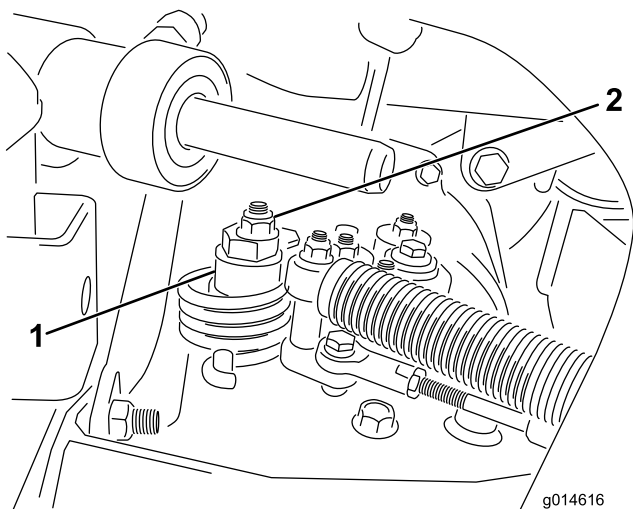

Figura 46
- A. Liberte a porca que fixa o disco excêntrico ao cima do hidróstato (Figura 46).
- C. Rode o disco excêntrico até eliminar a deslocação em qualquer um dos sentidos. Quando a roda deixar de rodar, aperte a porca, bloqueando deste modo o disco excêntrico e fixando a posição de ajuste (Figura 46). Verifique se o ajuste é o adequado colocando o regulador nas posições LENTO e RÁPIDO.